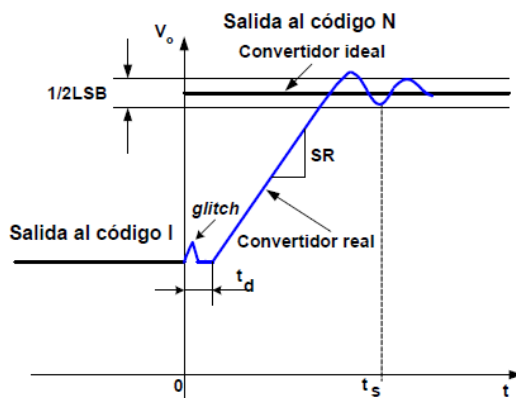

Fig. 23. Gráfica de cambio de un código a otro distinto
La salida del convertidor al producirse un cambio en el código de entrada desde uno a otro, en el caso ideal sería un cambio instantáneo, sin embargo, en el caso real pasa por un transitorio como se muestra en la Fig. 23.
- *Tiempo de establecimiento (settling time):*  $t_s$  en la Fig.23, tiempo que pasa desde que se produce el cambio de código, hasta que la salida se encuentra dentro de una determinada banda de error. Representa la duración del transitorio.